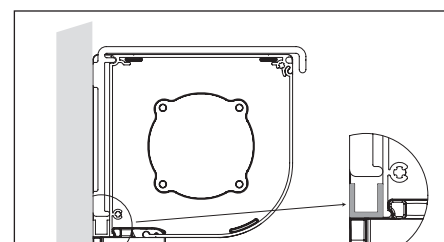

Fig. 33: Profilé en U - largeur
A. Profilé en U - largeur horizontale (fig. 33).